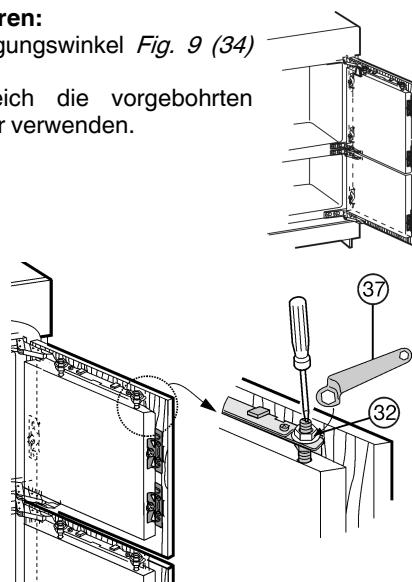

Fig. 23
- Kontermuttern Fig. 23 (32) mit dem Ringschlüssel Fig. 23 (37) festziehen, dabei Justagebolzen Fig. 23 (33) mit einem Schraubendreher gegenhalten.